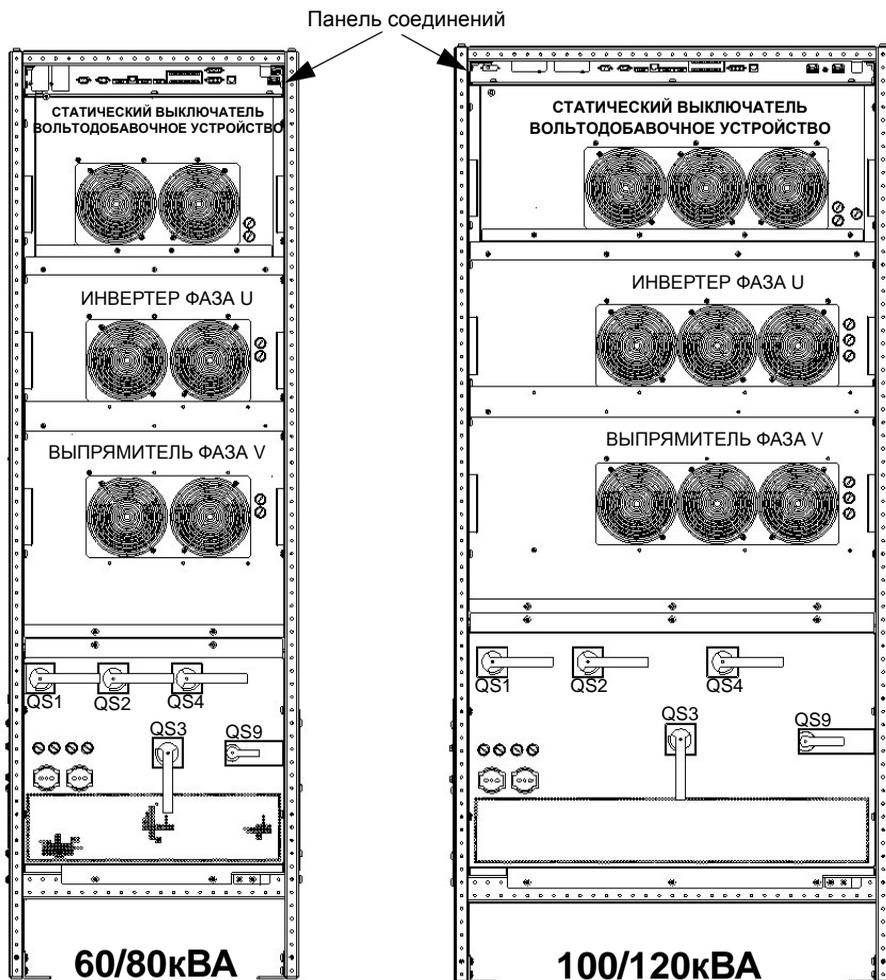
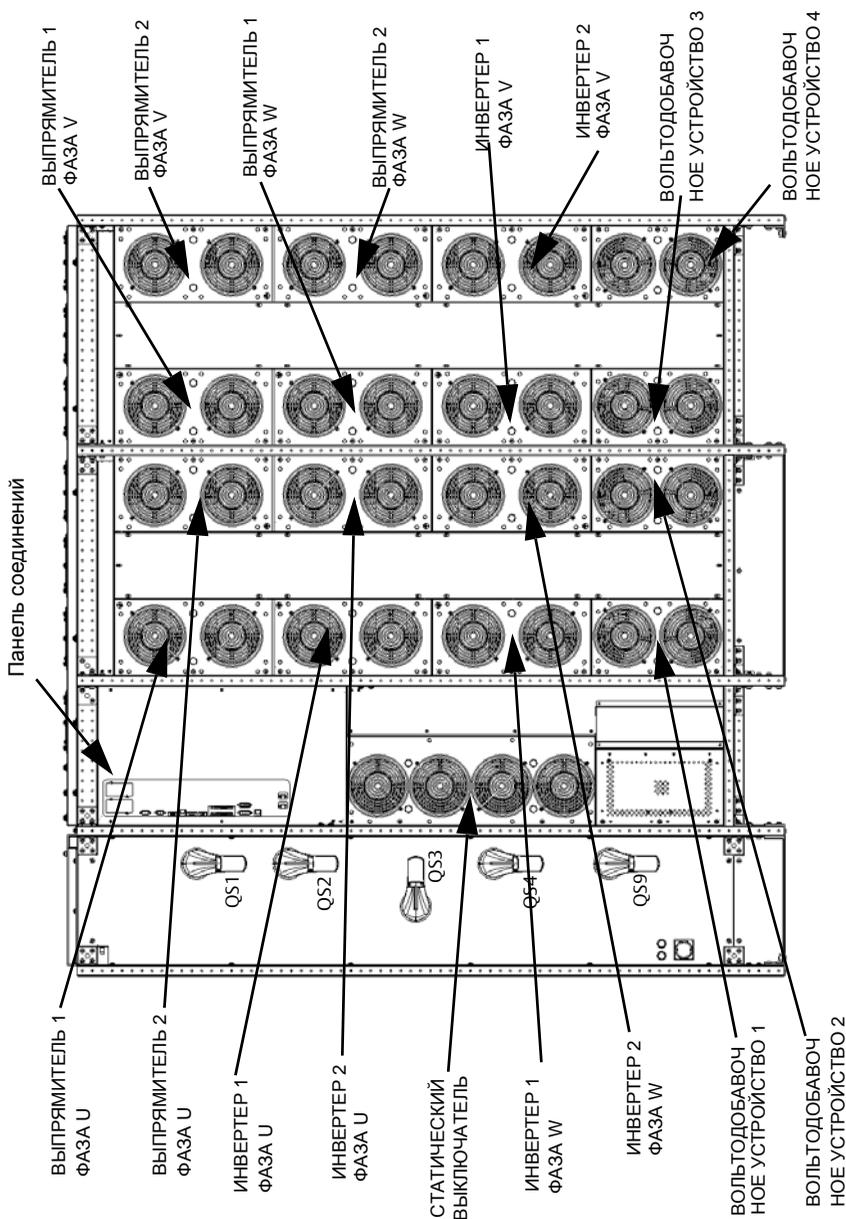

Рис. 16 - Liebert 80-NET 60/80/100/120 кВ-А: вид спереди
Рис. 19 - Liebert 80-NET 500 кВт-А: вид спереди
Для доступа к внешним электросоединениям необходимо открыть переднюю дверцу ИБП и снять вторую панель (см. Рис. 16 - Рис. 19). Первым соединяют заземляющий кабель (PE) с .